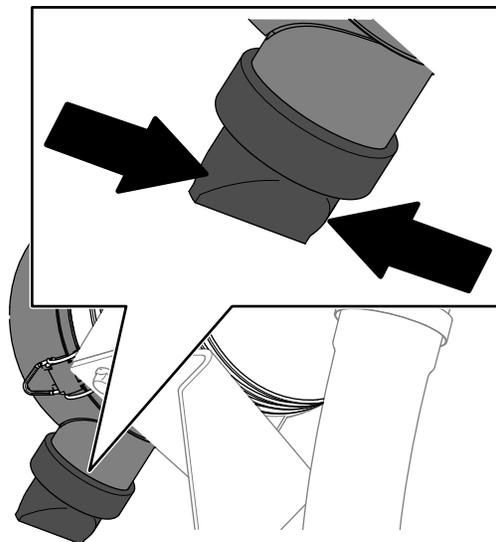

Рисунок 77
5. Сожмите клапан удаления пыли (Рисунок 77).